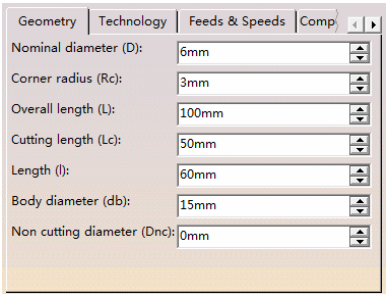

图 3-123 定义刀具参数 (6)
- 单击“More”按钮，单击“Geometry”选项卡，定义刀具参数 (6) 如图 3-123 所示。